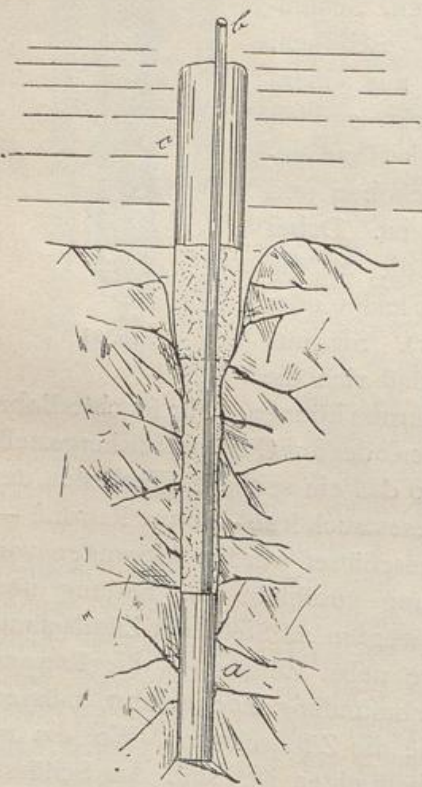

Abb. 90.
7. Sprengen mit Pulver unter Wasser (ohne Taucher, Abb. 90).